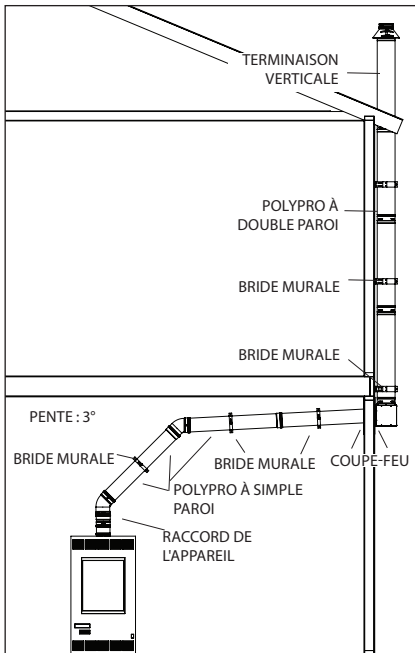
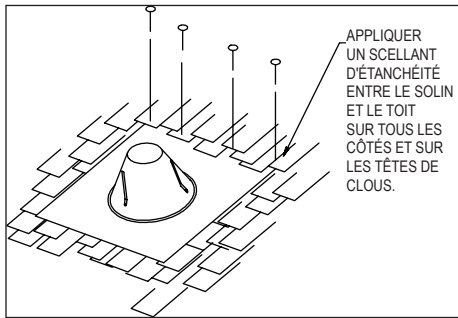

Figure 8 - simple paroi/double paroi
Figure 14- Solin
- Faire suivre le système de ventilation le long du mur extérieur et le terminer à la verticale (Fig.8, 9). La Fig. 8 décrit le trajet du PolyPro à simple paroi à l'intérieur de la structure, ou
Terminer le système de ventilation au-dessus de la ligne de toiture comme décrit dans les **Fig. 8, 9, 10, 13**. Le solin est montré dans la **Fig. 14**.